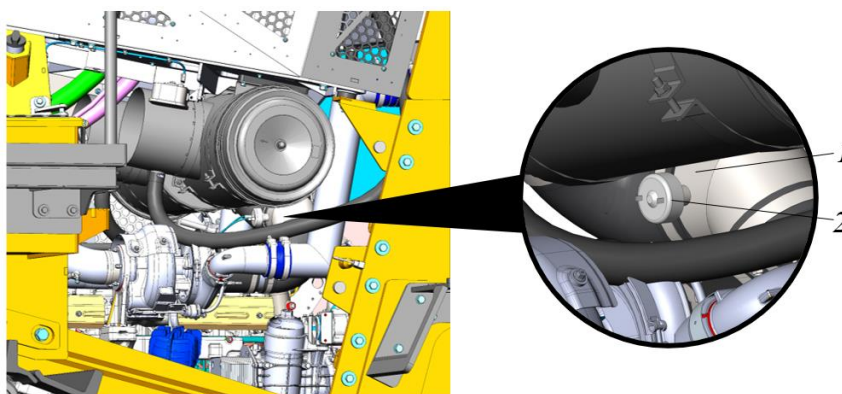

Рисунок 5.62. Датчик засоренности воздушных фильтров двигателя
- ▶ Проверить надежность закрепления датчика 2 во фланце 1, соединение контактов (контакты на рисунке не показаны), см. рис. 5.62.